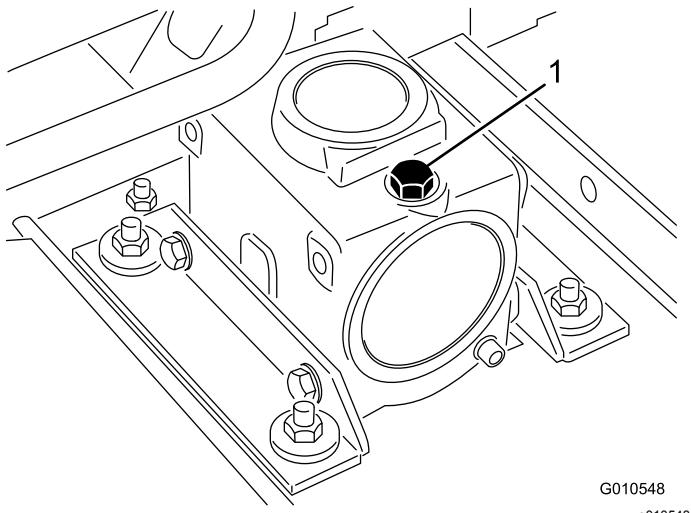

Figura 22
- Togliete il tappo di riempimento/asta di livello da sopra gli ingranaggi (Figura 22) e verificate che il lubrificante si trovi tra i segni riportati sull'asta. Se il lubrificante è insufficiente, rabboccatelo fino a raggiungere il livello compreso tra i segni.